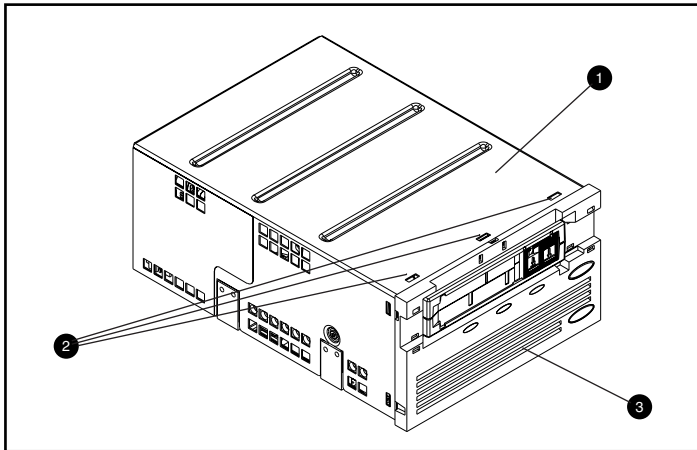

Abbildung D-1. Entfernen der Frontblende
Die Frontblende wird abgenommen, indem Sie an der Blende ziehen **③** und dabei gleichzeitig auf die Verriegelungen drücken **②**, mit denen die Frontblende an der Laufwerksabdeckung gesichert ist **①** (siehe Abbildung D-1). Die Frontblende ist mit sieben Verriegelungen an der Laufwerksabdeckung gesichert.